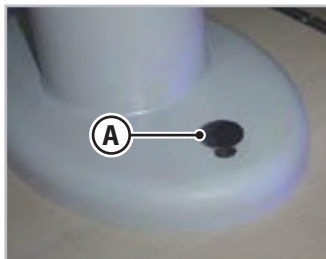

Fig.6.25 - Teleskopisk ben
1. Trykk på knappen (A - Fig.6.25) på undersiden av bordet med foten.